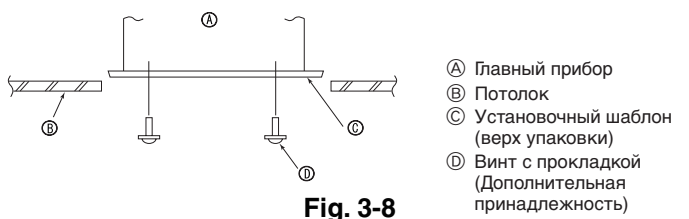

Fig. 3-8
3.7. Проверка расположения главного прибора и затягивание навесных болтов (Fig. 3-8)